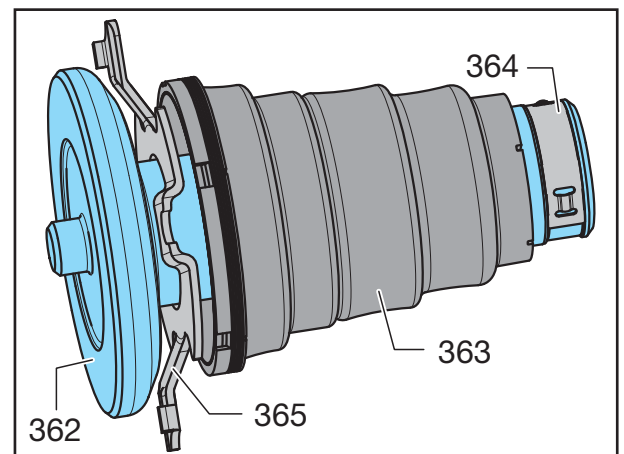

Fig. 14
- [19] Vérifier que les pièces de pression (362) pré-montées sont bien complètes avec le joint anti-salissures (365), le soufflet (363) et le clip de retenue (364) et prêtes au montage comme sur la Fig. 14.